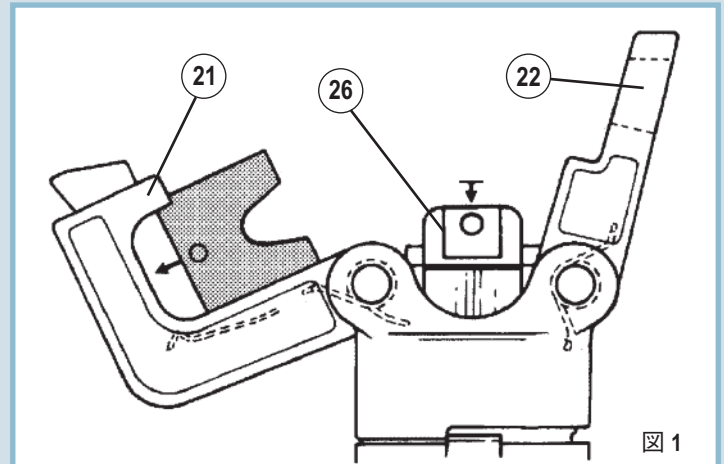
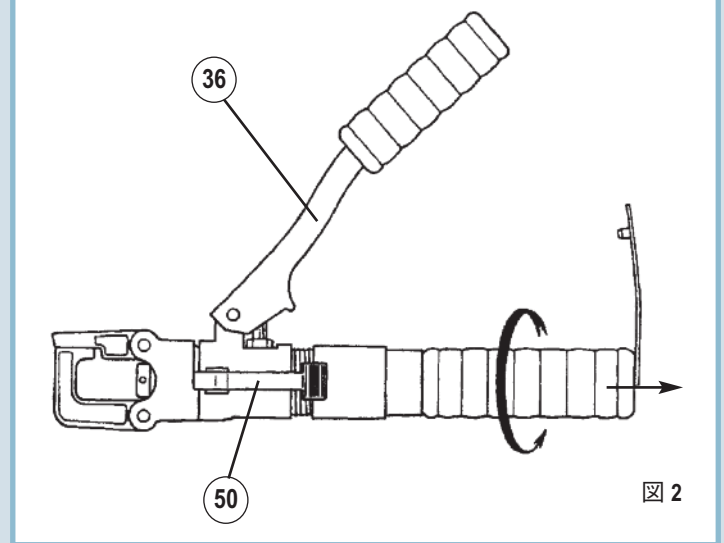

図 1
図 2
コンタクトに適合するダイス 1 組を選び、図 1、図 2 をご参照の上、ダイスを各取り付け部に装着します。1 つをダイス用台座 (21) へ、もう 1 つをダイス押し台座 (26) に取り付けます。(ダイスの各組のダイスは同じ形をしていますので、いずれの台座へも取り付け可能です) コンタクトをロケータ先端から入れ、ヘッドを閉じて下さい。コンタクト圧着部は、ダイスとダイスの間の開口部からのアクセスが可能です。